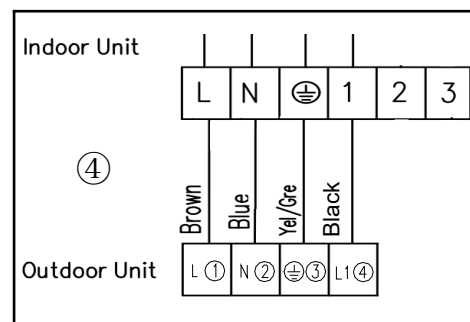

Fig.14
- Conecte los cables de conexión de potencia y cable de control de señal de manera separada a las terminales correspondientes. (Fig. 14. Elija el mismo diagrama de circuito, solo elija el diagrama de circuito de su unidad).
- Conecte los cables de conexión de la unidad de manera separada a las terminales correspondientes (Fig. 14).